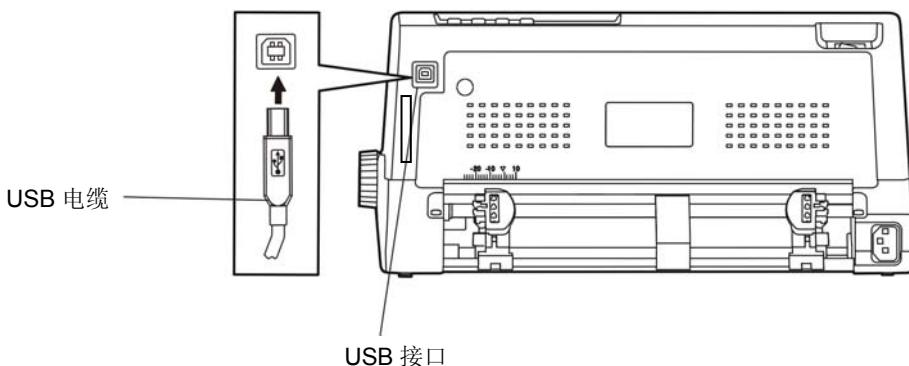

图 2-10 连接 USB 电缆
本打印机标配 USB 接口，可选配蓝牙或 Wi-Fi（产品的具体接口配置，以实物为准）。请根据需要，用接口电缆把打印机与计算机相连〔如图 2-10 所示〕。
2. 将 USB 电缆的 B 端插头（方型）插进打印机的 USB 接口插座中（如图 2-10 所示）。